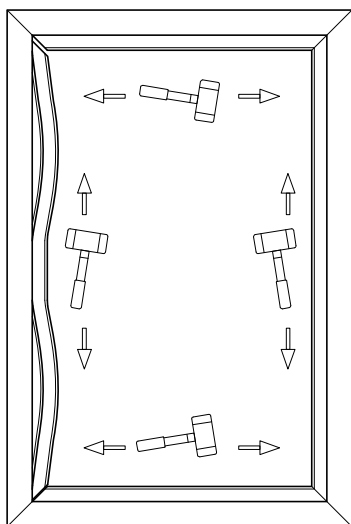

Abb. 1
- Rasten Sie die Glasleisten mit einem Gummihammer ein (siehe Abb. 1).